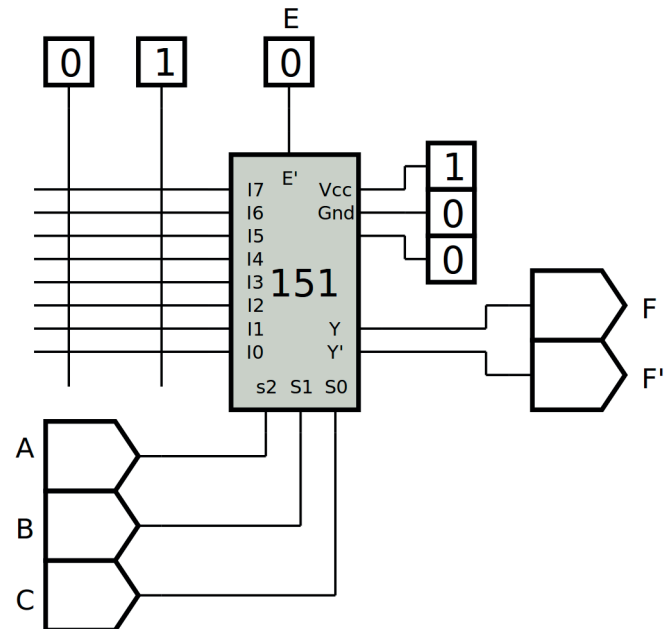
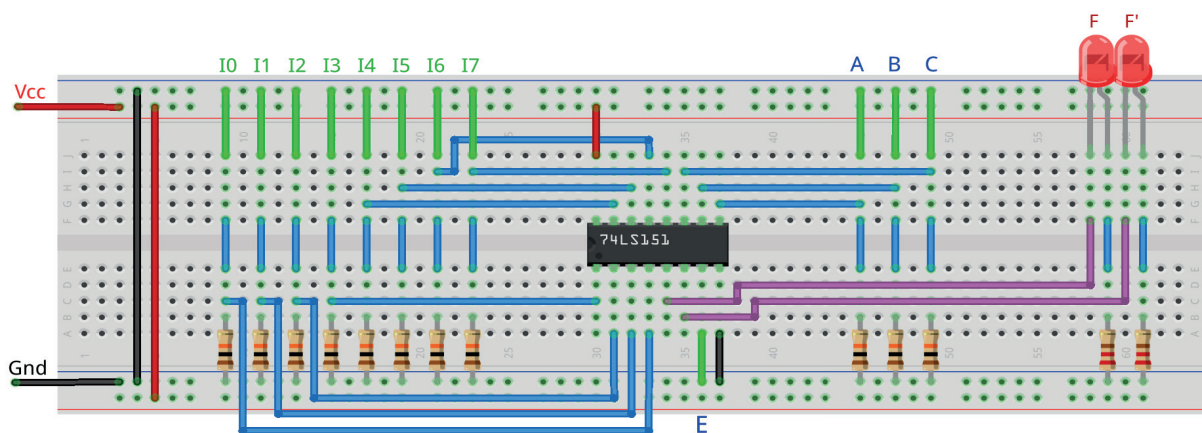

Figura 8.8 – Diagrama esquemático.
Figura 8.10 – Disposição dos componentes na placa de montagem.
2. Monte o circuito na placa de montagem, conforme figura 8.10.
3. Ajuste as entradas de I0 até I7 conectando os fios verdes apropriadamente ou no barramento Vcc (1) ou no barramento Gnd (0) de acordo com a função booleana $F(A,B,C)$.
6. Utilize um programa de simulação em computador (SmartSim, Atanua, Qucs) faça a simulação do circuito da figura 8.8. Compare os resultados com a tabela 8.2.